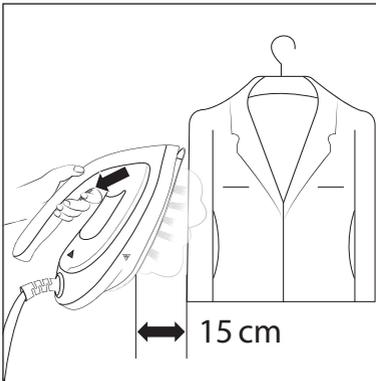

Fig. 6
- 3) Appuyez sur la touche Jet de vapeur **2** (voir fig. 6) et vaporisez uniformément sur les parties du vêtement à défroisser.